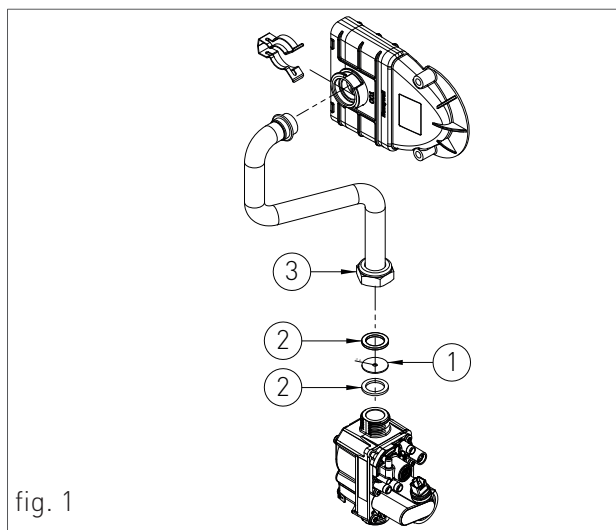

fig. 1
- › Inserire il diaframma '1' (cod.: 15-01728 da \varnothing 4 mm, per GPL) e le guarnizioni '2', poi riavvitare il raccordo '3' (vedi fig.1).
- › Rimuovere il diaframma '1', poi riavvitare il raccordo '3' (vedi fig.1).
- › Rimontare i componenti procedendo in senso inverso rispetto alle operazioni di smontaggio (vedi fig.1);